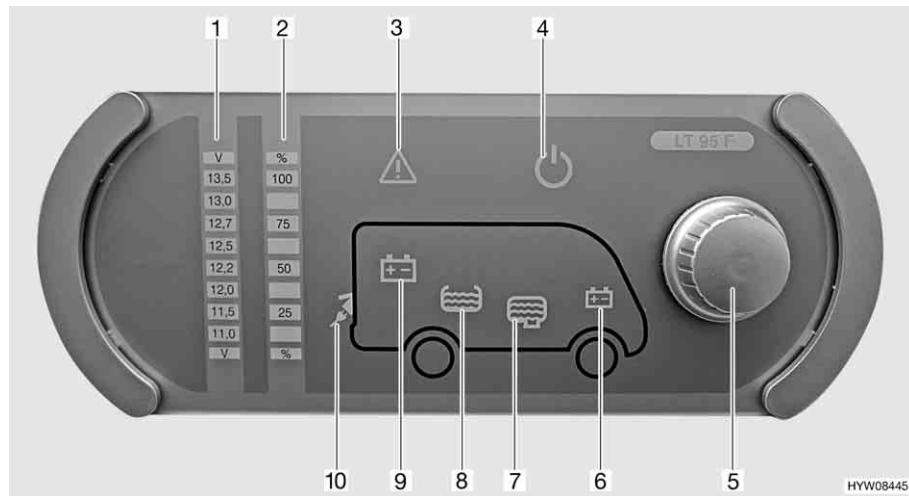

Fig. 109 Pannello di controllo (LT 95)
Il pulsante a rotazione (Fig. 109,5) inserisce o disinserisce il pannello di controllo e l'alimentazione a 12 V dell'abitacolo.
- Premere il pulsante a rotazione (Fig. 109,5): L'alimentazione a 12 V dell'abitacolo è inserita. La spia di controllo a 12 V (Fig. 109,4) diventa verde.
- Premere il pulsante a rotazione (Fig. 109,5): L'alimentazione a 12 V dell'abitacolo è disinserita. La spia di controllo a 12 V (Fig. 109,4) si spegne.
Mediante il pulsante a rotazione (Fig. 109,5) si possono interrogare sia la tensione della batteria dell'abitacolo che la tensione della batteria di avviamento. La tensione viene visualizzata sulla scala indicatore per la tensione della batteria (Fig. 109,1).
- Ruotare il pulsante a rotazione (Fig. 109,5), finché si accende il simbolo della batteria della quale deve essere interrogata la tensione.
Viene indicata la tensione della batteria dell'abitacolo (Fig. 109,9)
Viene indicata la tensione della batteria di avviamento (Fig. 109,6)
- Leggere la tensione sulla scala indicatore della tensione della batteria (Fig. 109,1).
Mediante il pulsante a rotazione (Fig. 109,5) si possono interrogare sia il livello del serbatoio dell'acqua che il livello del serbatoio delle acque grigie. Il livello viene visualizzato sulla scala indicatore livello dei serbatoi (Fig. 109,2).
*Indicazione:* ■ Ruotare il pulsante a rotazione (Fig. 109,5), finché si accende il simbolo del serbatoio del quale deve essere interrogato il livello.
Viene indicato il livello del serbatoio dell'acqua (Fig. 109,8)
Viene indicato il livello del serbatoio delle acque grigie (Fig. 109,7)
- Leggere il livello sulla scala indicatore del livello serbatoio (Fig. 109,2).
La spia luminosa Alarm (Fig. 109,3) lampeggia non appena i valori limite fissati vengono superati per eccesso o per difetto.
La spia luminosa Alarm (Fig. 109,3) lampeggia non appena la tensione della batteria scende al di sotto di 11 V. Se l'alimentazione a 12 V è accesa, si accende anche il relativo simbolo della batteria (Fig. 109,6 o 9), e l'indicatore "11,0" sulla scala indicatore della tensione della batteria (Fig. 109,1) lampeggi. Rischio di uno scaricamento totale della batteria.
La spia luminosa Alarm (Fig. 109,3) lampeggia ed il relativo simbolo del serbatoio (Fig. 109,7 o 8) si accende non appena il serbatoio dell'acqua è vuoto o il serbatoio delle acque grigie è pieno.
La spia di controllo a 230 V (Fig. 109,10) si accende quando all'ingresso della centralina elettrica è presente una tensione di rete.